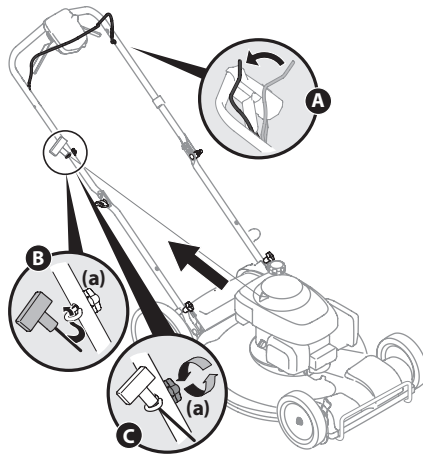

Figura 2-6
8. La guía de la cuerda está unida al costado derecho de la manija superior. Afloje la perilla de aleta (a) que sujeta la guía de la cuerda. Vea la Figura 2-6.